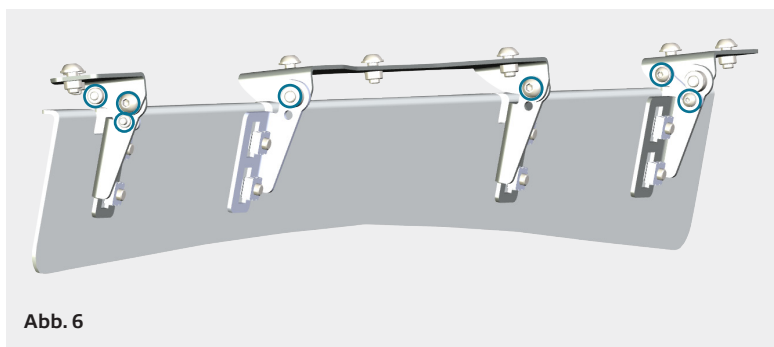

Abb. 6
- 4** Markierte Schrauben (Abb.6) lockern, gewünschten Winkel einstellen und Schrauben, gemäß Drehmomenttabelle (letzte Seite), festziehen.
Loosen the marked screws (Abb.6), set the desired angle and tighten the screws according to the torque table (last page).